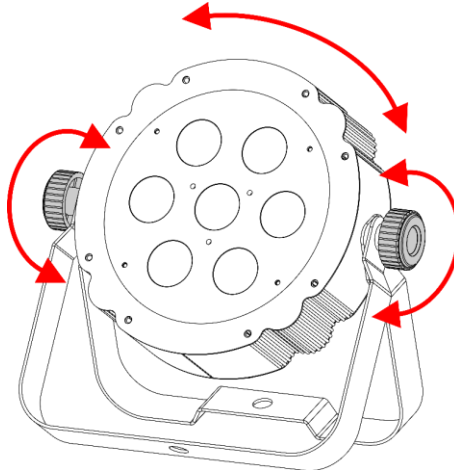

Fig. 08
- 01) Ruotare le **viti di regolazione (02)** in senso antiorario per sbloccarle.
- 02) Inclinare il dispositivo all'angolo desiderato (vedere Fig. 08).
- 03) Ruotare le **viti di regolazione (02)** in senso orario per serrarle. Assicurarsi che il dispositivo non possa muoversi liberamente dopo aver serrato le **viti di regolazione (02)**.